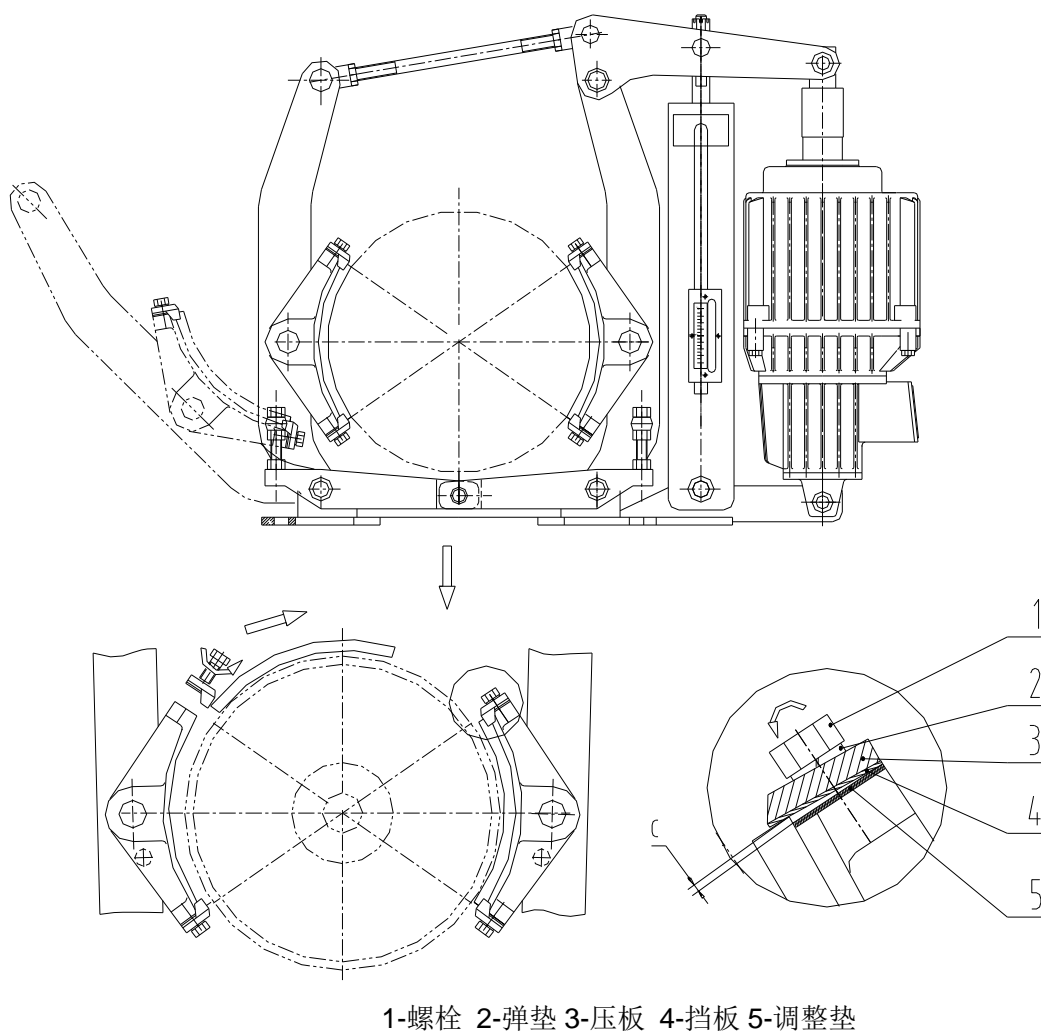

图 9.2-8
- (1) 将制动器打开至最大开度位置；
- (2) 将衬垫上端的压板螺栓拧下，取下压板及调整垫；
- (3) 用手拿住衬垫并掰向制动轮一侧，沿制动轮周向抽出被换衬垫；
- (4) 再插入新制动衬垫（插入时应注意位置正确）；依次装上⑤④③②，拧紧①，参见图 9.2-8；
- (5) 装好新的制动衬垫后，经检查一切正常后，将制动器进行 25-30 次的静态跑合，即主电机不接通电源，按 40%的工作制，5 秒一个工作循环，断续操作制动器 25-30 次，观察有无异常现象，如有则查明原因，排除故障，直至正常；
- (6) 将制动器的制动力矩值调至 50%的额定值，在 30%~50%的制动负荷下，按照步骤工作方式，试运行 15-20 个循环（动态跑合），并观察制动状态是否稳定（每次的制动距离基本一致），如制动状态稳定，即可停止试车；